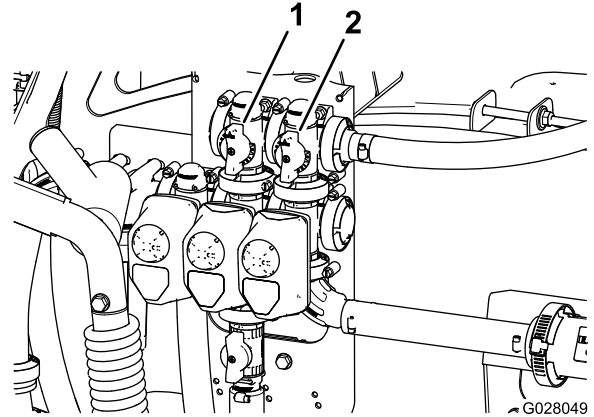

Figura 20
11. Ajuste la válvula de desvío de agitación (**Figura 20**), situada en la parte trasera de la válvula de agitación, hasta que la presión marcada en el manómetro sea de 6,9 bar.
9. Ajuste la palanca de la válvula maestra de desvío para controlar la cantidad de agitación en el depósito (Figura 20).